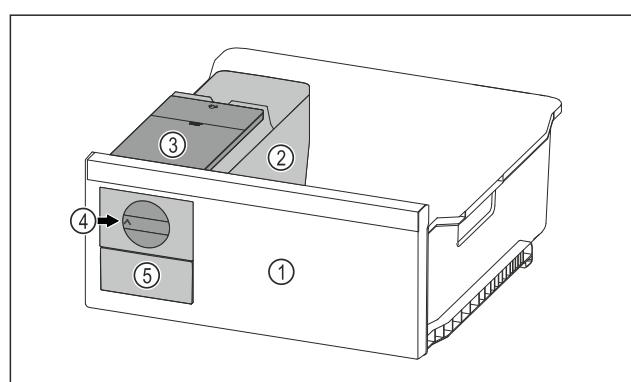

Fig. 120 Примерно изображение
- Завъртете въртящото се копче Fig. 120 (4) по часовниковата стрелка до упор.
- Ледените кубчета падат от формата за ледени кубчета в чекмеджето за ледени кубчета Fig. 120 (5).